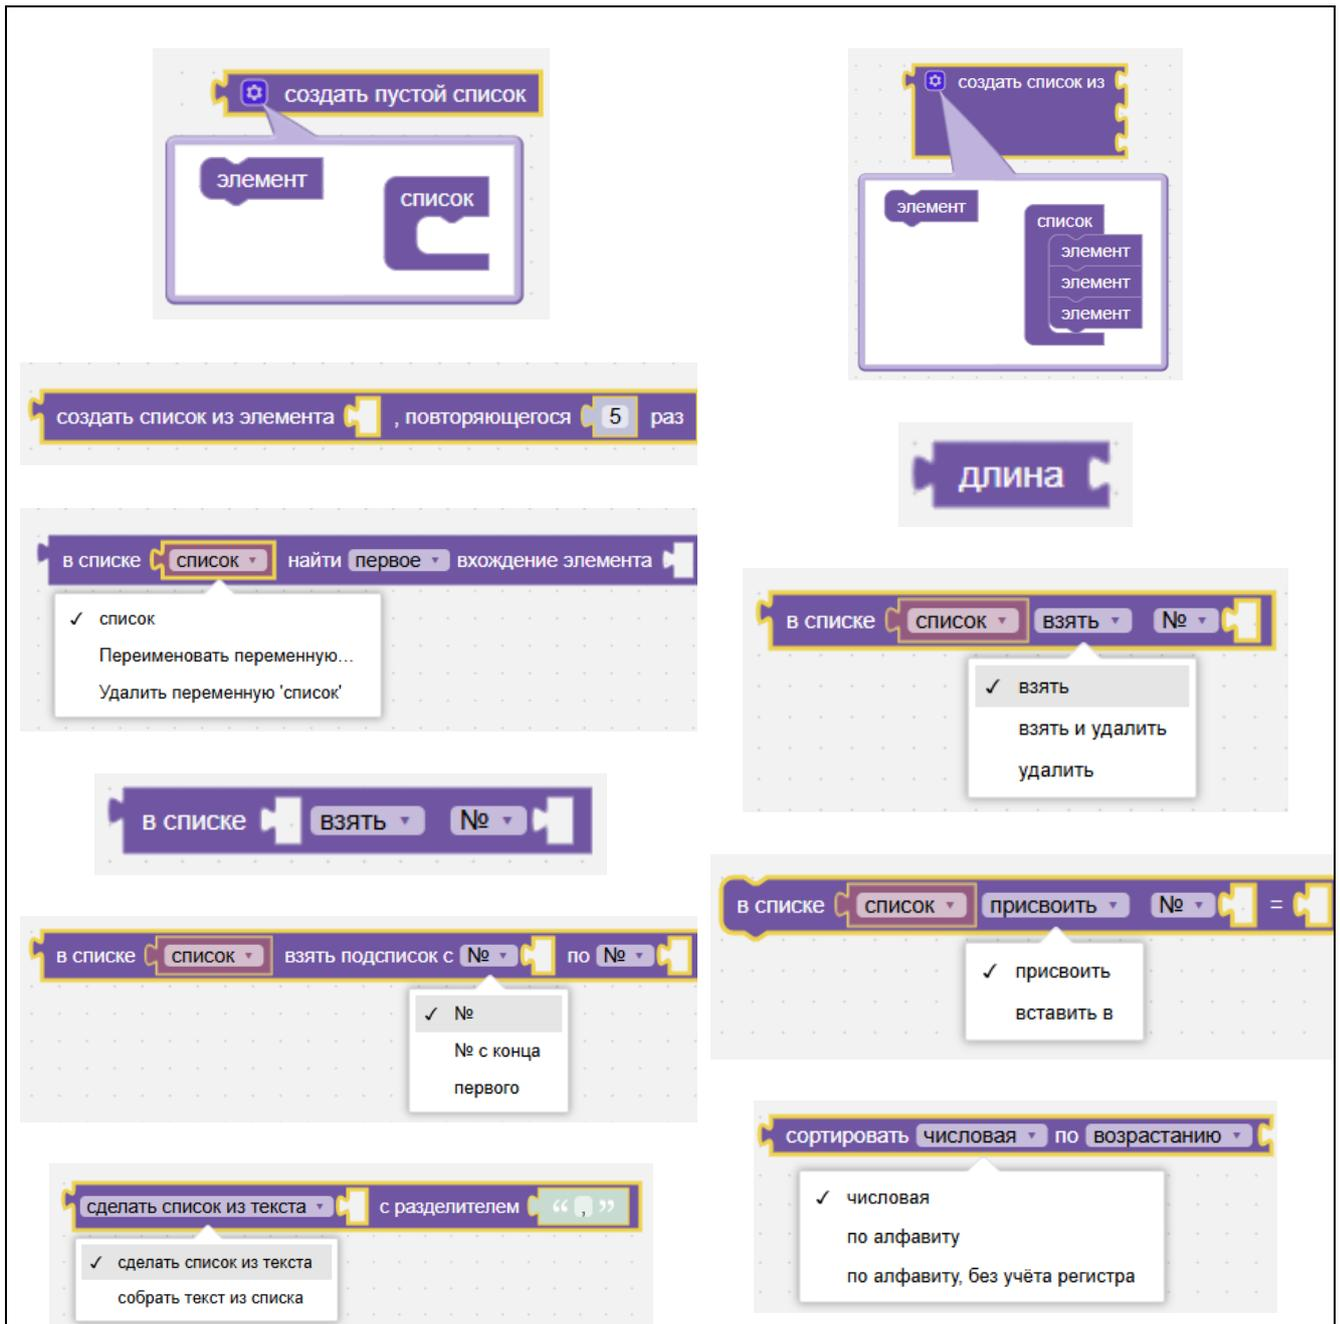

Рисунок II-21 – Блоки «Массивы»
7. «Массивы» – работа с элементами списков (см. Рисунок II-21).